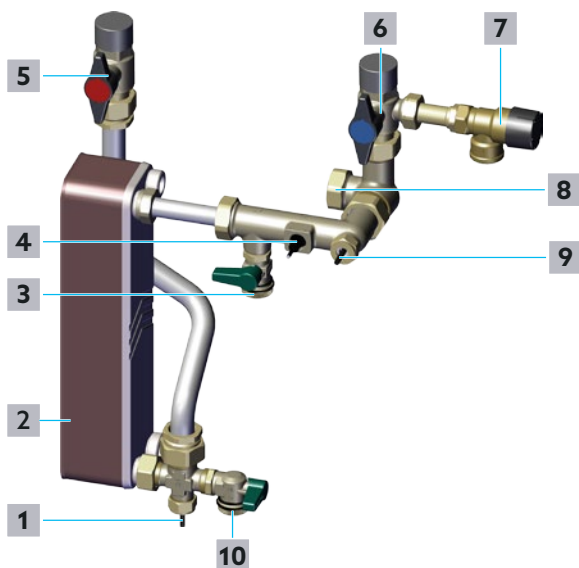

Abb. 34: Trinkwasserkreis
- 2 Schließen Sie langsam den Absperrkugelhahn Trinkwasser warm (siehe Position 5 in Abb. 34 auf Seite 37 und Position 10 in Abb. 2 auf Seite 11).
- 3 Schließen Sie langsam den Absperrkugelhahn Trinkwasser kalt (siehe Position 6 in Abb. 34 auf Seite 37 und Position 11 in Abb. 2 auf Seite 11).
- 4 Schrauben Sie die Verschlusskappe des KFE-Kugelhahns Trinkwasser warm ab (Position 10 in Abb. 34 auf Seite 37 und Position 16 in Abb. 2 auf Seite 11).
- 5 Schließen Sie den Ablassschlauch für Trinkwasser an den KFE-Kugelhahn Trinkwasser warm an (Position 10 in Abb. 34 auf Seite 37 und Position 16 in Abb. 2 auf Seite 11).
- 6 Öffnen Sie den KFE-Kugelhahn Trinkwasser warm (siehe Position 10 in Abb. 34 auf Seite 37 und Position 16 in Abb. 2 auf Seite 11).
- 17** Schließen Sie den KFE-Kugelhahn Trinkwasser warm (siehe Position **10** in Abb. 34 auf Seite 37 und Position **16** in Abb. 2 auf Seite 11).